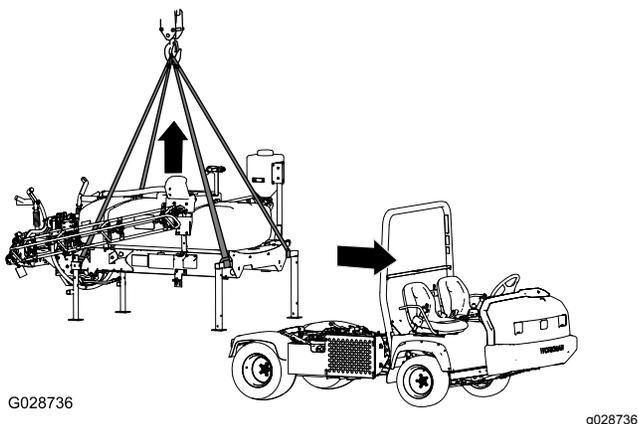

Рисунок 107
1. Опустите стрелы приблизительно на угол 45° и затем поверните их вперед (Рисунок 107).
5. Подсоедините подъемное оборудование к горизонтальным трубкам передних подъемных опор и вертикальным стойкам задних подъемных опор (Рисунок 107).
7. Поднимите раму бака с автомобиля на достаточную высоту, чтобы освободить раму от автомобиля (Рисунок 107).